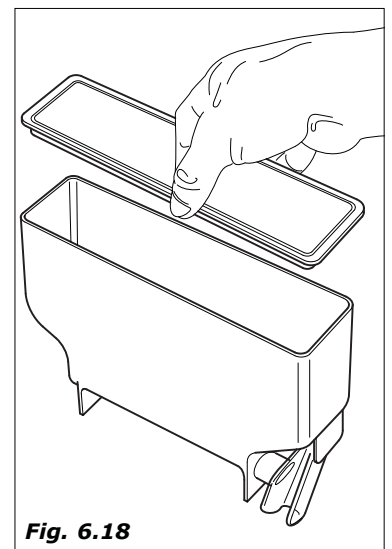

Fig. 6.18
- Enlever les couvercles des bacs et les buses de sortie (figure 6.18) immerger le tout dans la solution précédemment préparée.